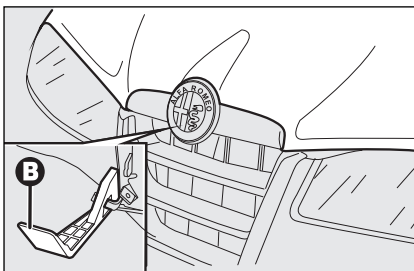

fig. 99
- druk het hendeltje **B-fig. 99** van het beveiligingsmechanisme omhoog en til de motorkap op.